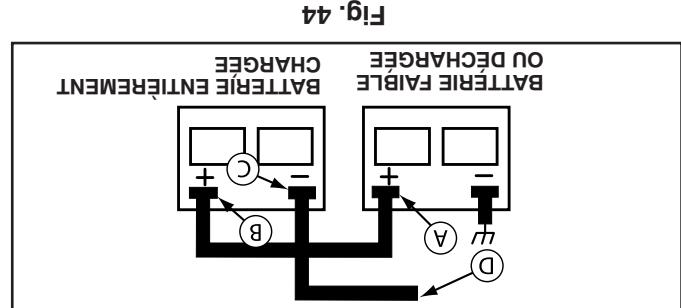

Fig. 44
- BRANCHEZ UNE EXTREMITE DU CÂBLE NOIR À LA BORNE (C) NEGATIF DE LA BATTERIE COMPLÈTEMENT.
- BRANCHEZ L'AUTRE EXTREMITE DU CÂBLE NOIR (D) AU CHÂSSIS ET DE LA MASSÉ. MAINTENEZ LES CÂBLES LOIN DU RÉSERVOIR D'ESSANCE ET DE LA BATTERIE.
**POUR DEMARRER LE MOTEUR AVEC UNE BATTERIE FAIBLE (Voir la Fig. 44)**